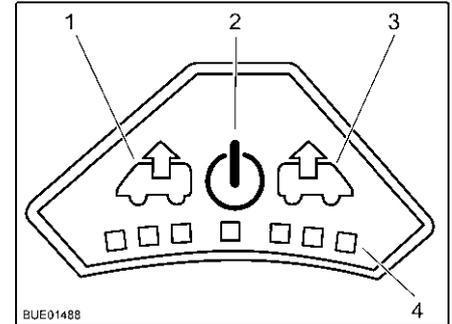

Fig. 116 Panneau de commande du ventilateur
Mise en marche : ■ Appuyer sur la touche Marche/Arrêt (Fig. 116,2). Le ventilateur fonction en mode confort (aération à faible vitesse de rotation).
Ventiler : ■ Pour augmenter la vitesse de rotation du ventilateur, appuyer sur la touche Ventiler (Fig. 116,1). La vitesse de rotation du ventilateur augmente d'un niveau de puissance dans le sens de l'échappement. Les DEL (Fig. 116,4) montrent les niveaux de puissance.
■ Pour réduire la vitesse de rotation du ventilateur, appuyer sur la touche Aérer (Fig. 116,3). La vitesse de rotation du ventilateur diminue d'un niveau de puissance.
- Pour augmenter la vitesse de rotation du ventilateur, appuyer sur la touche Aérer (Fig. 116,3). La vitesse de rotation du ventilateur augmente d'un niveau de puissance dans le sens de l'aération. Les DEL (Fig. 116,4) montrent les niveaux de puissance.
- Pour réduire la vitesse de rotation du ventilateur, appuyer sur la touche Ventiler (Fig. 116,1). La vitesse de rotation du ventilateur diminue d'un niveau de puissance.
- Appuyer sur la touche Marche/Arrêt (Fig. 116,2). Le ventilateur s'arrête, les DEL s'éteignent.